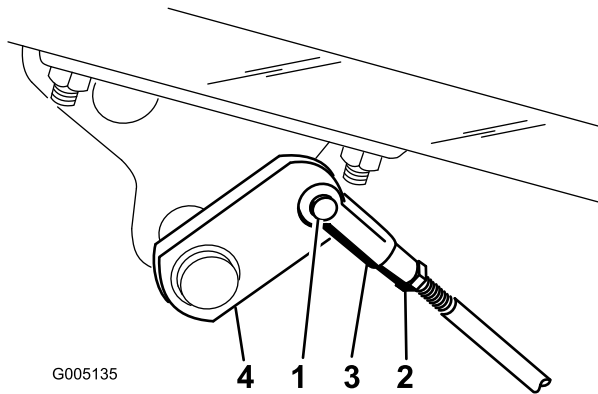

図 39
2. ブレーキが片効きであれば、コッター・ピンとクレビス・ピンを外して、ブレーキロッドを外す（図 39）。
3. ジャムナットをゆるめ、クレビスを調整する（図 39）。
4. クレビスをシャフトに取り付ける（図 39）。